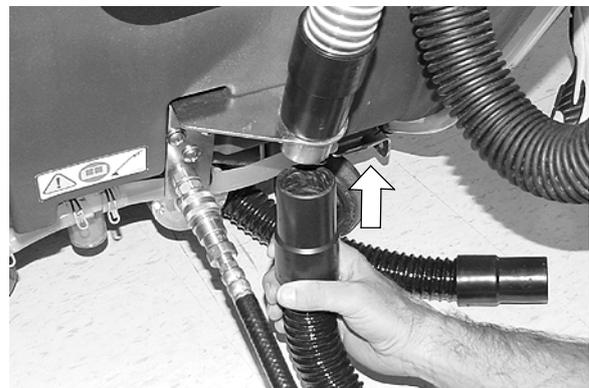

ABB. 16
3. Lösen Sie den unteren Saugschlauch von der Maschine und schließen Sie den Saugschlauch der Zubehör-Werkzeuge dort an (Abbildung 16).